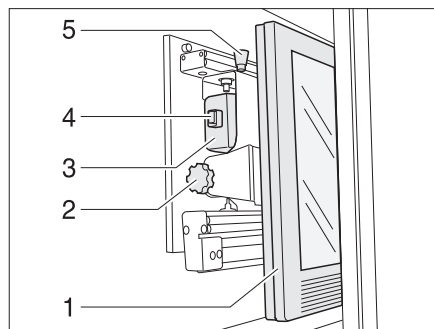

Fig. 61 Mobiletto porta TV
- Premere il bottone di sbloccaggio (Fig. 61,5) e tirare in avanti il supporto per lo schermo piatto per l'impugnatura (Fig. 61,4) fino all'arresto.
- Tirare il bottone di sbloccaggio (Fig. 61,1) e inclinare lo schermo piatto (Fig. 61,2) nella posizione desiderata.
- Svitare la vite a testa cilindrica zigrinata (Fig. 61,3).